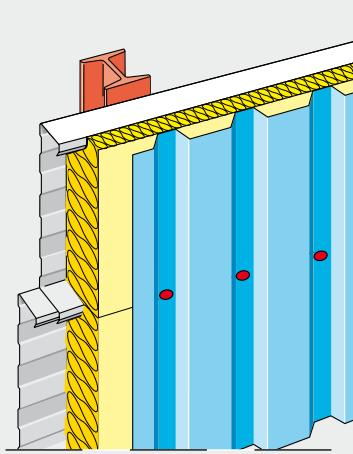

Fig. 1 - Horizontale binnendozen, verticale buitenbeplating
- Isover ULTIMATE Cladisol wordt in de binnendozen geplaatst. Ter plaatse van de binnendoosflens heeft Isover ULTIMATE Cladisol over de volle lengte een snede. De geprofileerde buitenbeplating wordt door de Isover ULTIMATE Cladisol heen, aan de flenzen van de binnendozen bevestigd (fig 1).
- Isover ULTIMATE Cladisol est posé dans les caissons. A la hauteur des lèvres du caisson, Isover ULTIMATE Cladisol présente, sur toute sa longueur, une entaille. Le bardage vertical extérieur est fixé au travers du Isover ULTIMATE Cladisol juste au niveau des lèvres du caisson (fig 1).